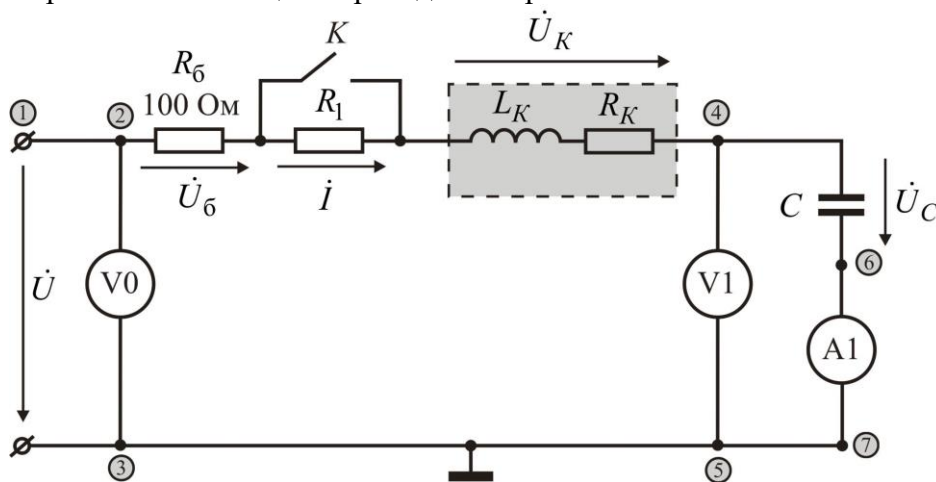

Рис. 7. Электрическая схема.
Электрическая схема цепи приведена на рис. 7.
Значение 0 в графе R_1 соответствует замкнутому положению ключа K (смотри обозначения на рис. 7). Значение R_1 - разомкнутому положению ключа.
9. Как изменится добротность последовательного контура (рис. 7) при замыкании ключа K ?